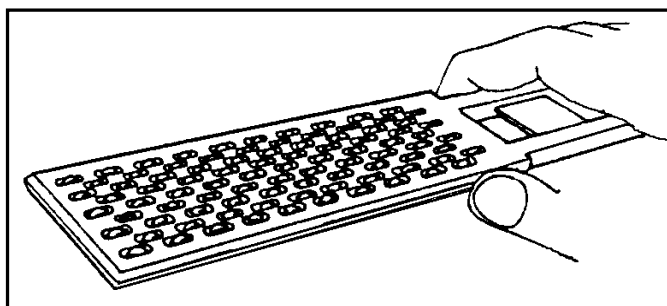

fig.11
- 1) Introducir en la semilla el «cuentagranos» (fig. 11). Al sacarlo, pasar la mano por encima de forma que quede solamente un grano por cada cavidad (100 granos en total). Repetir la operación 10 veces para obtener 1000 granos.